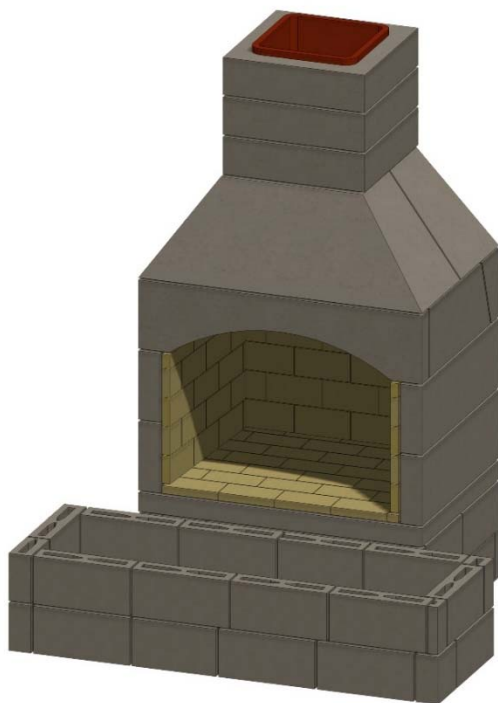

Figura 22. Base de la chimenea
O. Si se va a instalar un hogar, y no se ha hecho previamente durante el paso A, aplique mortero y coloque bloques de hormigón en su lugar para crear una base para el hogar. Véase la figura 22.